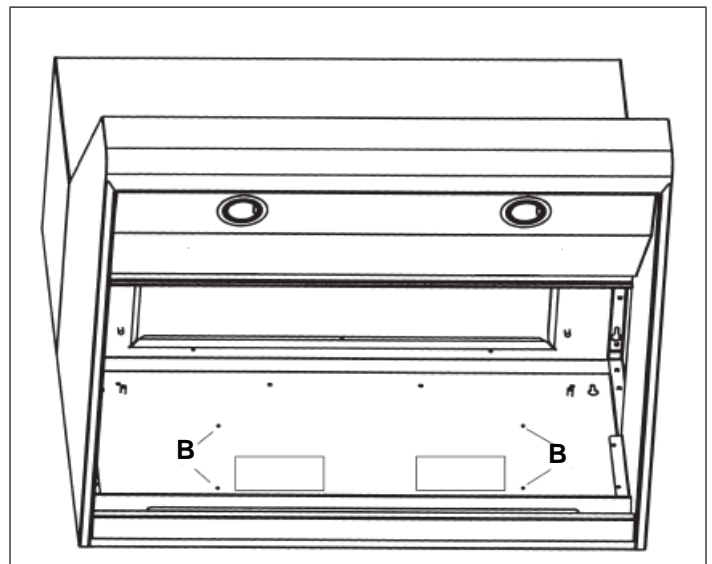

Figura 15: Ubicación de las clavijas soldadas
2. La Figura 15 muestra las clavijas soldadas en la posición B para una salida horizontal (trasera). Fije las cuatro tuercas proporcionadas con la campana a las clavijas soldadas. Para una salida vertical, fije las tuercas a las clavijas soldadas ubicadas en la parte superior de la placa de montaje.